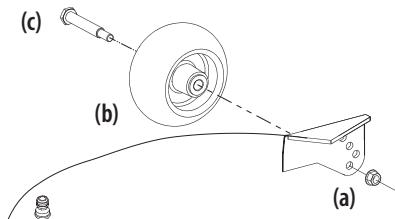

Figura 11
6. Extraiga la tuerca de seguridad (a), rueda de calibración (b) y el tornillo con reborde (c) de la plataforma. Consulte la Figura 11.
7. Inserte el tornillo con reborde (c) en uno de los cuatro orificios de posicionamiento del soporte de la rueda de la plataforma. Deje un espacio de 1/4-1/2" (6.35-12.7 mm) entre el suelo y la rueda de calibración. Consulte la Figura 11.